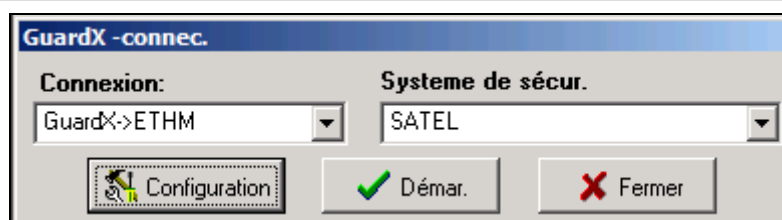
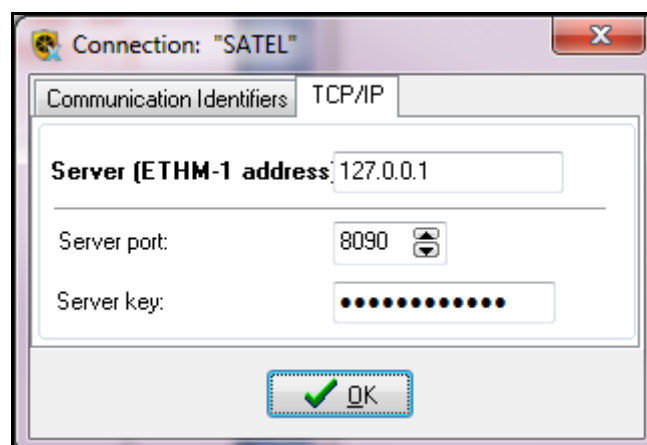

Fig. 11. Logiciel GUARDX : fenêtre de démarrage.
Fig. 12. Logiciel GUARDX : réglages de la communication via le réseau Ethernet.
Dans la fenêtre de démarrage du logiciel GUARDX (fig. 11) cliquer sur le bouton « Configuration ». Dans la fenêtre qui s'affiche, dans l'onglet « TCP/IP » (fig. 12) programmer :
1. Dans la fenêtre de démarrage, dans le champ « Connexion », sélectionner « GuardX -> ETHM » (fig. 11), ensuite cliquer sur le bouton « Démarrer ».